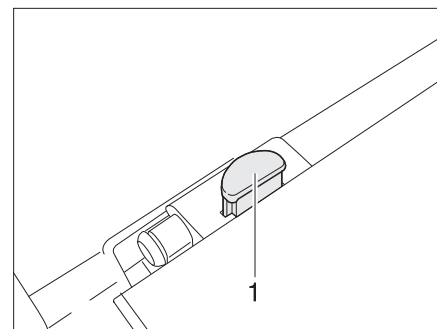

Fig. 35 Bloccaggio del piano del tavolo
- Sul bloccaggio del piano del tavolo premere il bottone di sbloccaggio (Fig. 35,1).